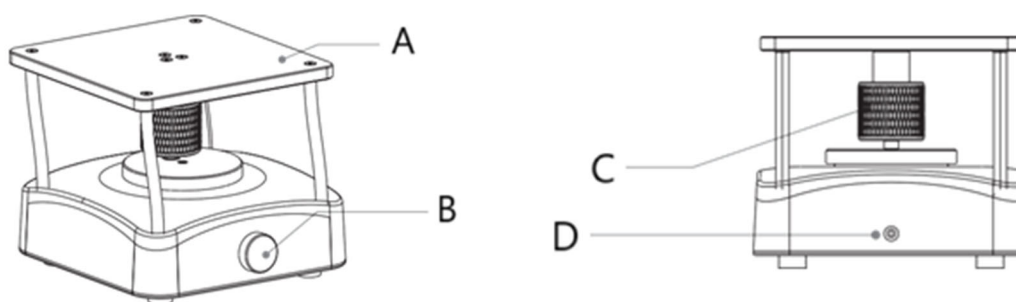

Fig. 1
- Funcționare: Reglați butonul de control al vitezei (B, Fig. 1) în sensul acelor de ceasornic sau în sens invers acelor de ceasornic pentru a seta viteza. De la stânga la dreapta: 0-100 rpm.
- Reglarea unghiului: Reglați butonul de reglare a unghiului (C, Fig. 1) în sensul acelor de ceasornic sau în sens invers acelor de ceasornic în starea oprită la unghiul dorit (0-8° reglabil) și reglați butonul de control al vitezei (B, Fig. 1) pentru a rula mașină.